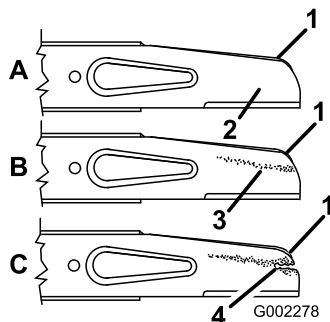

Bild 25
Da Sand und anderes reibendes Material das Metall abschleifen kann, das die flachen mit den gebogenen Teilen verbindet, müssen Sie das Messer vor jedem Einsatz des Rasenmähers prüfen. Wenn Sie einen Schlitz oder eine Abnutzung (Bild 25B und C Bild 25) feststellen, tauschen Sie das Messer aus, siehe Entfernen des Messers (Seite 24).
2. Entfernen Sie die Messermuttern, das Gaspedal und das Messer (Bild 25).